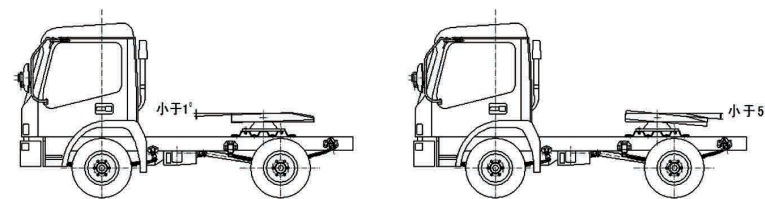

图14-1: 鞍座向前或向后的倾斜角
- b. 半挂车牵引高度与牵引车牵引鞍座高度不匹配,半挂车与牵引车连接后鞍座向前或向后的倾斜超过正常许可范围(见图14-1)